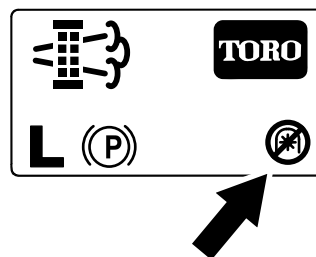

Bild 74
**Hinweis:** Auf dem Begrüßungsbildschirm wird das Symbol für eine deaktivierte Zapfwelle (Bild 74) angezeigt.
**Hinweis:** Auf dem Begrüßungsbildschirm wird das Symbol für eine deaktivierte Zapfwelle angezeigt; siehe Bild 74 in Meldungen zu geparkter Regenerierung \(Seite 50\).